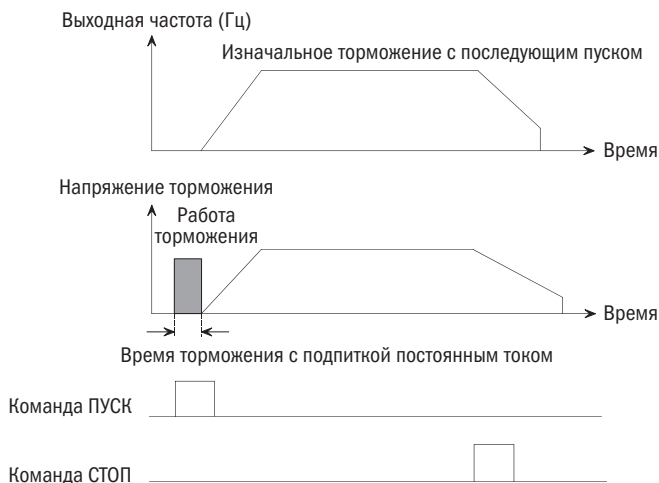

Рисунок 5-1. Изначальное торможение (возбуждение) с последующим пуском с частоты пуска
- Изначальное торможение (возбуждение) с последующим пуском с частоты пуска: преобразователь использует силу торможения постоянным током, чтобы сначала создать нагрузку, а потом произвести пуск, согласно рис. 5-1.